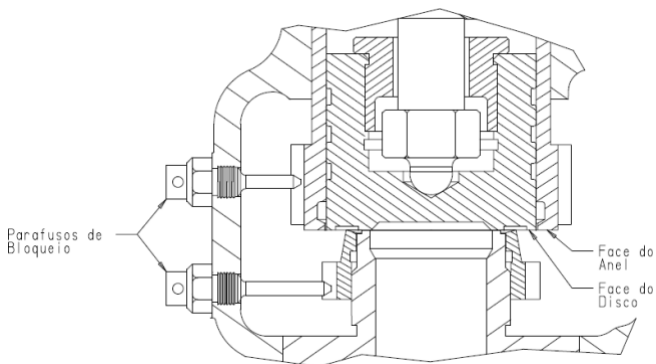

Figura 03
- As posições dos anéis de regulagem superior (07) e inferior (03) são travadas pelos respectivos parafusos de bloqueio (05) (04). Esses parafusos são rosqueados no corpo da válvula e se encaixam nos respectivos entalhes dos anéis. Para ajustar os anéis, o parafuso correspondente precisa ser removido. Para girar o anel, use uma chave de fenda inserida no orifício do parafuso de bloqueio.
2. Remova os parafusos de bloqueio dos anéis superior e inferior (05) (04).
3. Mova o anel superior (10), de modo que a face inferior fique no mesmo nível da face do disco (09) (Figura 03).